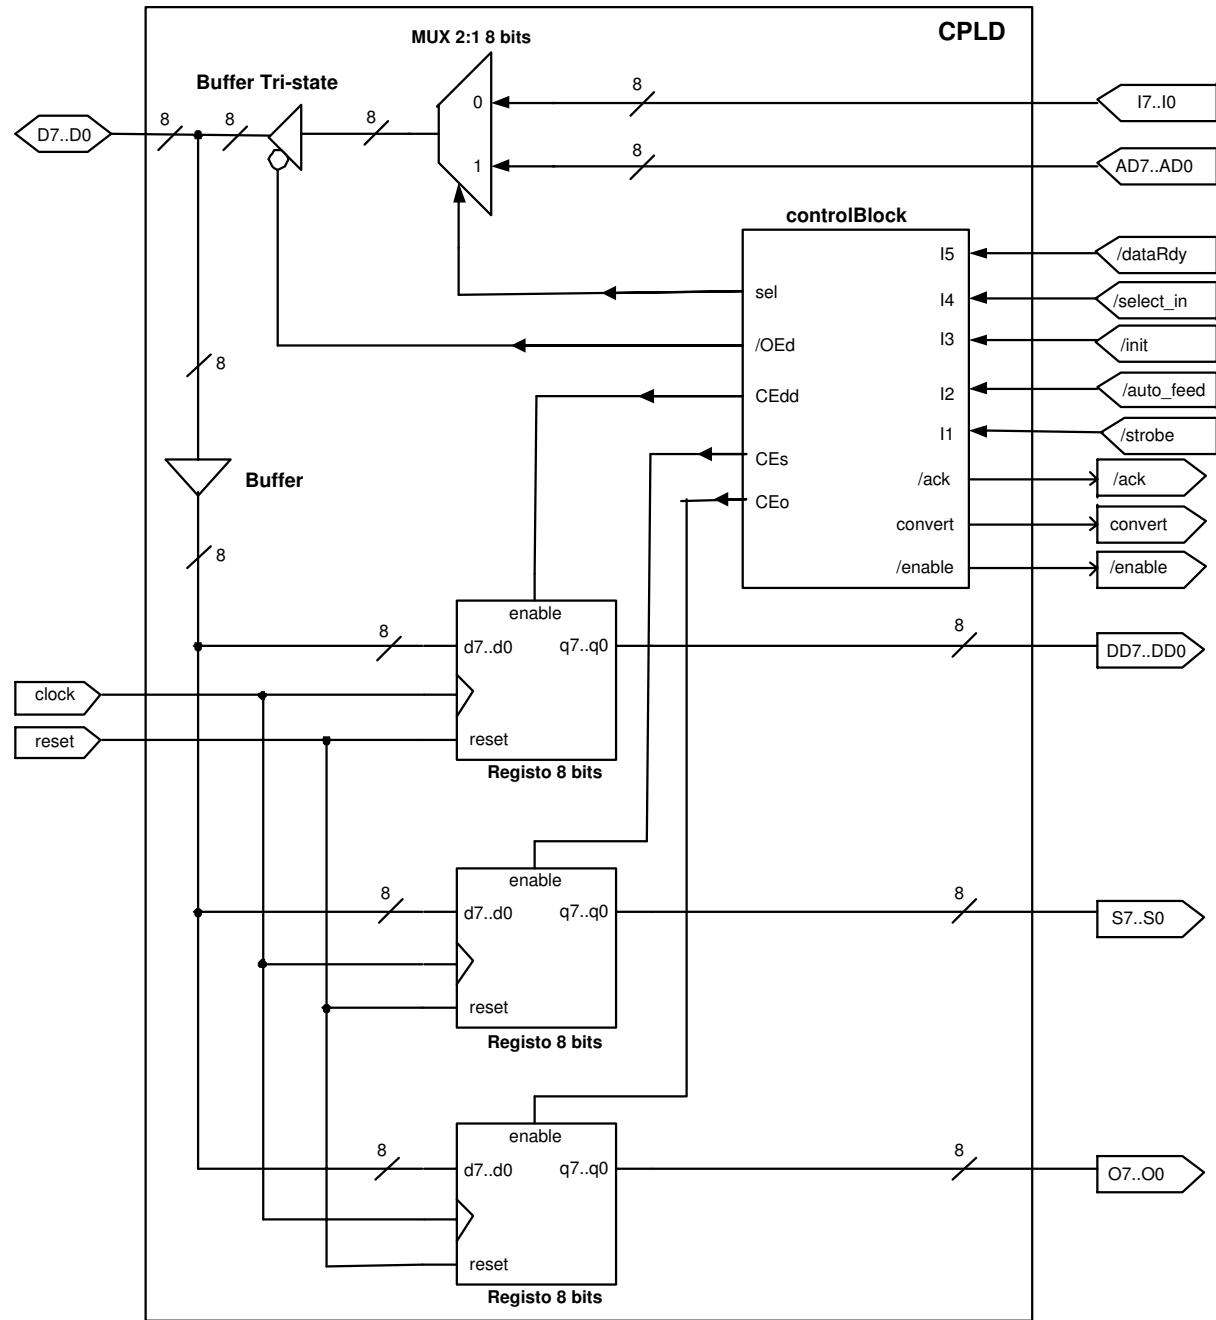

Figura 20: Estrutura da parte programável do PG04 v2 a implementar na CPLD.
O diagrama de blocos do PG04 v2 é apresentado na figura 22 do anexo A e a descrição estrutural da lógica que se pretende implementar na CPLD encontra-se na figura 20. A descrição inclui:
Com base nas expressões minimizadas obtidas anteriormente, descrever em VHDL (estilo fluxo de dados) a arquitectura e a entidade do bloco *controlBlock*. Na interface, os nomes dos portos devem coincidir com os nomes das entradas ou saídas do bloco *controlBlock* incluído na figura 20. Substitua apenas a */* por *not*, como por exemplo: */ack* passa a *notAck* em VHDL.
Na interface, os nomes dos portos devem coincidir com os nomes das entradas/saídas do bloco *CPLD* na figura 20. Substitua apenas a / por not.
- v. Inspeccionar os resultados da síntese, sobre a forma de esquemático, através da opção **View RTL Schematic**. O resultado é o esperado, ou seja, a estrutura gerada pela síntese segue a da figura 20?